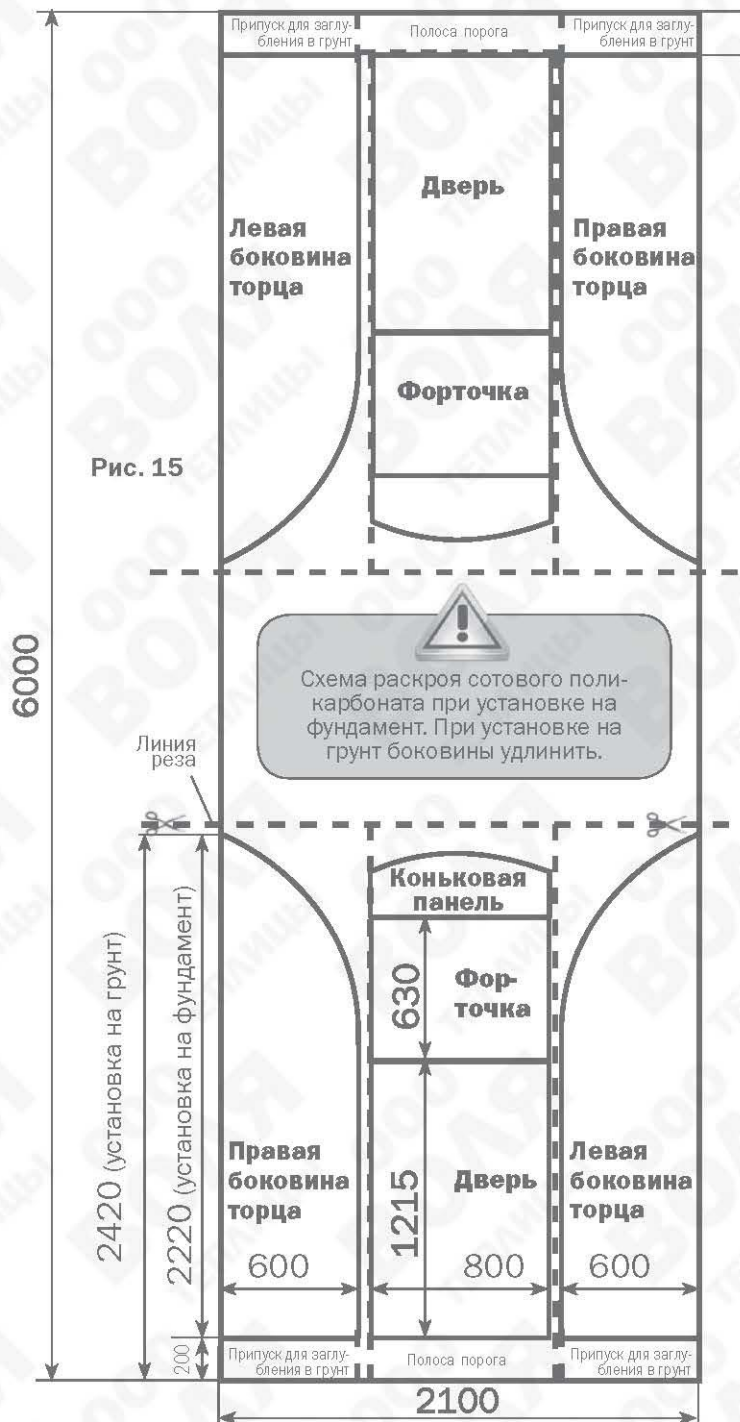

Рис. 15
СООТВЕТСТВИИ С РИС.15**
На **рис.15** дана схема раскроя для варианта установки теплицы на фундамент. Если теплица устанавливается на грунте, то нижние части боковин торца рекомендуется удлинить на 200 мм для соответствующего углубления поликарбоната в грунт. Такое углубление покрытия по периметру теплицы создает барьер для проникновения внутрь теплицы корней сорняков.
- Отрежьте кусок поликарбоната (линия реза **рис.15**). Наложите вырезанный кусок покрытия на торец, строго совмещая наружную кромку покрытия по деталям **9-1, 9-2 (рис. 16)** и очертите по деталям **1, 4н и 4вк**. Вырежьте куски покрытия с припуском. Затем наложите собранные дверь и форточку на лист покрытия с добавлением на одну боковую кромку противоположную петлям навески 15 мм. Куски покрытия, находящиеся над форточкой, вырезаются по месту установки.